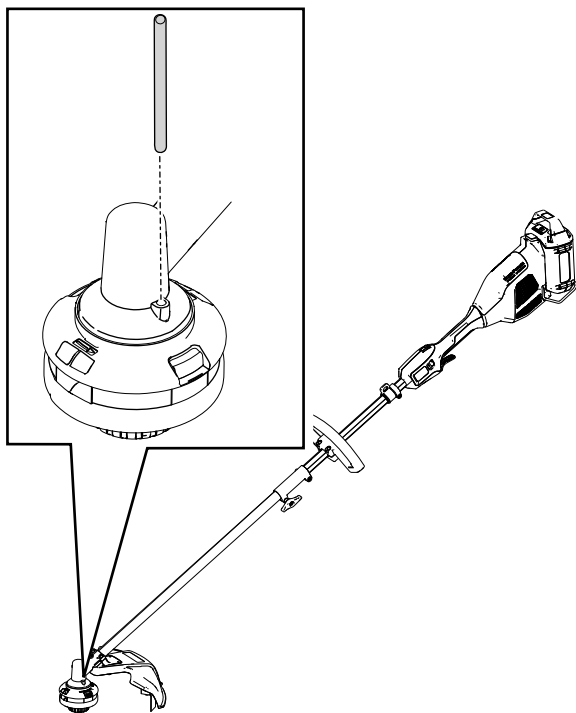

Figura 13
2. Introduzca una herramienta de pequeño diámetro (por ejemplo, un destornillador) a través de la carcasa del motor y en la ranura del ventilador para bloquear el cabezal de la desbrozadora para que no pueda girar libremente (Figura 13).